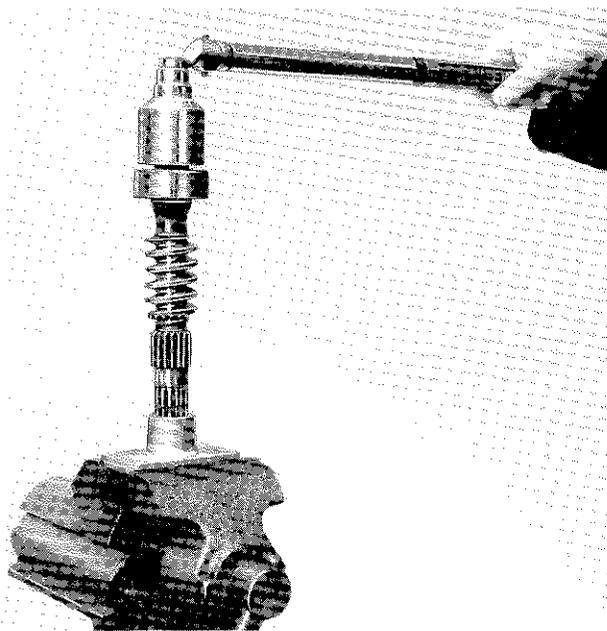

Fig. 11 - Fissaggio ghiera 8 per serie 43
- infilare dal lato opposto (in condizioni libere) l'anello d'arresto 6 e montare il cuscinetto 7 con tampone 3.7981.009, quindi per serie 42-44 inserire la ralla 8 (30 x 47-1) del tipo AS e fermare con l'anello d'arresto 9, mentre per serie 43 bloccare il cuscinetto avvitando la ghiera 8 (coppia di serraggio 15 Kgm) con chiave dinamometrica e bussola di adattamento 2.7981.137 e l'attrezzo 3.7981.169 (vedi fig. 11);